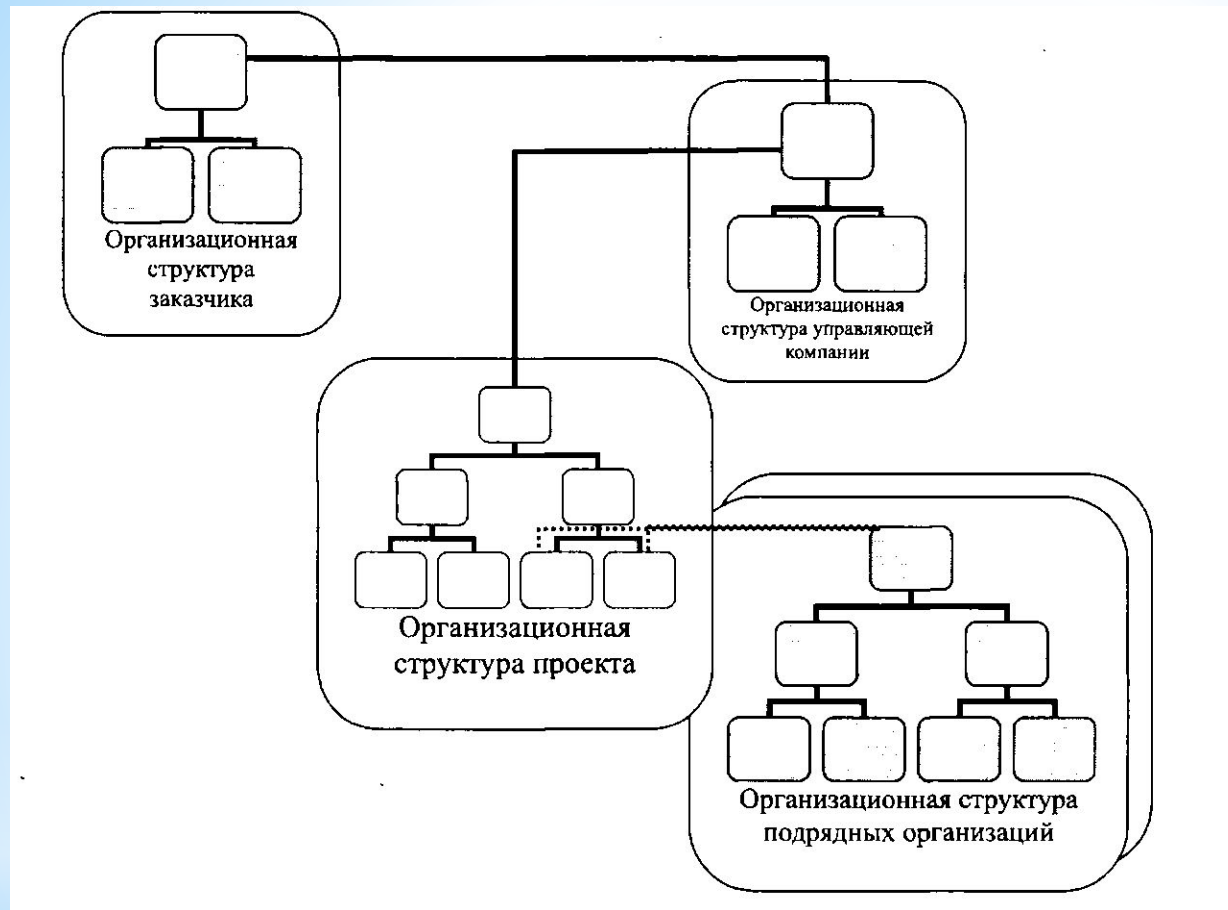

Рис.10. Схема сложной организационной структуры
- \* управление проектом — функция специальной управляющей компании (рис. 10).